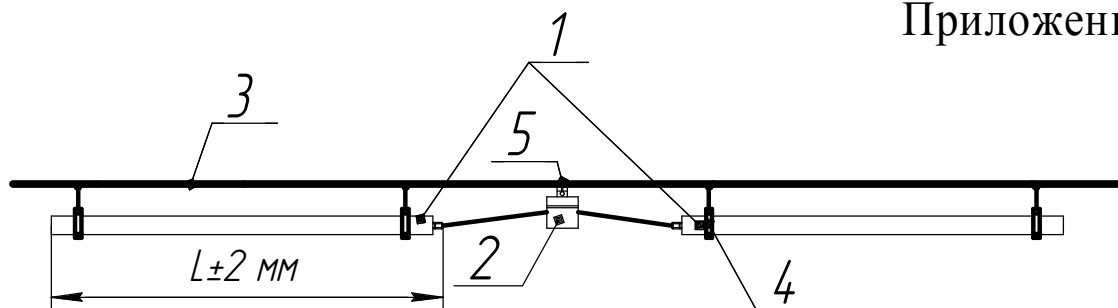

Рис.1. 1 - Корпус; 2 - распредел. коробка; 3 - трос для подвеса светильников;
4.2 Светильник в соответствии с Рис.1 состоит из корпуса (поз.1), внутри корпуса размещена панель в сборе, на которой размещены светодиодные линейки и электрическая схема, распределительной коробки (поз.2), внутри которой размещены драйвер и электрическая схема, скоб для подвеса светильника на трос (поз.4).